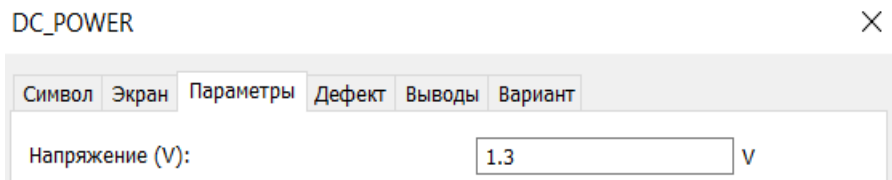

Рисунок 2.5 – Параметры источника питания
3.7. Для определения значений тока в прямой ветви ВАХ рекомендуется использовать значения напряжения не более 1,3 В. Для изменения напряжения будут использоваться параметры источника питания. Двойным щелчком левой клавиши мыши нажмите на V1. Измените напряжение во вкладке "Параметры" – "Напряжение(V)" на 1,3 (рисунок 2.5) и сохраните.